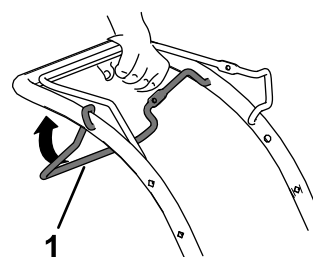

Figura 12
- Per innestare la trazione automatica, tirate la barra della trazione automatica verso la stegola e mantenetele in posizione (Figura 12).